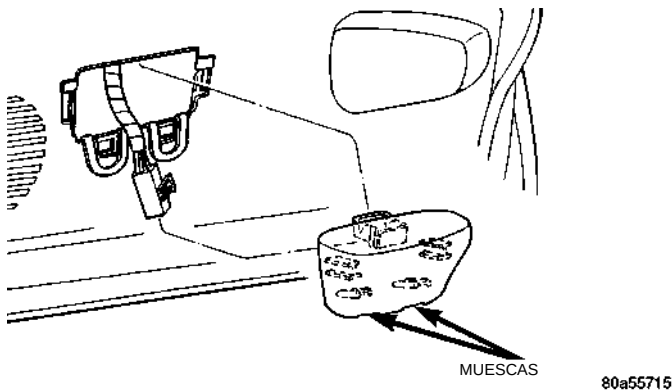

Fig. 4 Desmontaje del conmutador
- (1) Inserte una herramienta plana en la muesca de la parte inferior del marco del conmutador (Fig. 4).
- (2) Con movimiento de palanca separe el marco del panel de la puerta.
- (3) Desconecte el conector de cable del conmutador.
- (4) Retire el conmutador soltando las lengüetas del marco.